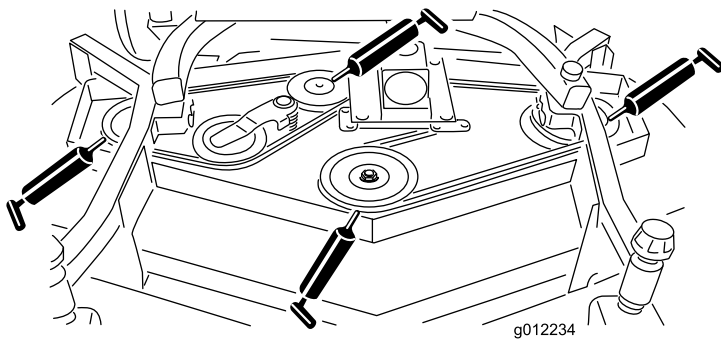

Figura 16
- Cuscinetti (3) dell'asse del perno (situati sotto la puleggia) (Figura 16)
- Cuscinetti dell'asse della leva di rinvio (Figura 16)